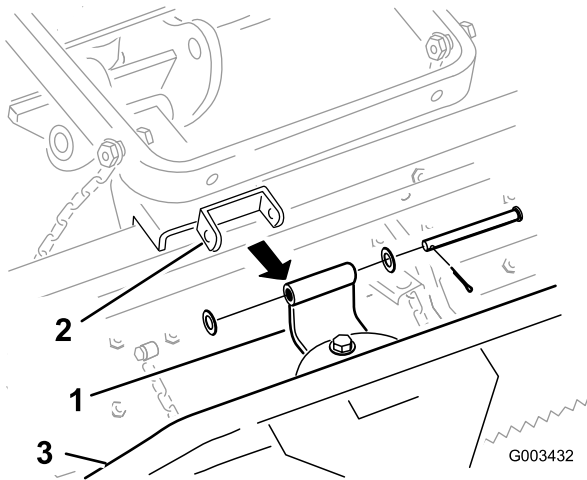

図 9
- B. 湾曲ピボット・ブラケットをツース・レーキに固定しているコッター・ピン、ワッシャ、クレビス・ピンを取る（図 9）。
C. スプリング・レーキから、湾曲ピボット・ブラケットとボルトナット類を取り外す (図 9)。